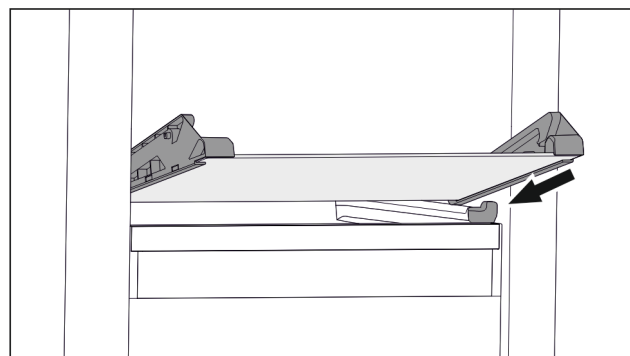

Fig. 71 Steklena plošča nagibnega predala
- ▶ Stekleno ploščo postavite v poševnem položaju za zaustavljalniki. (glejte Fig. 71)